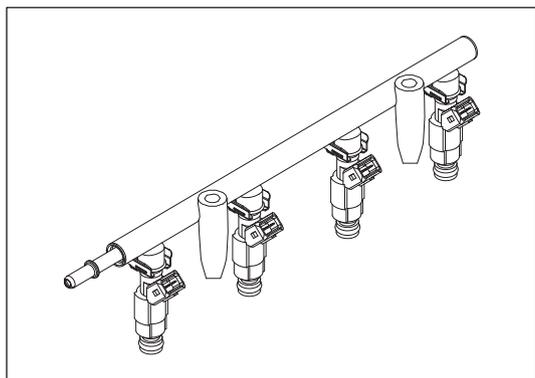

Рисунок 9-3-7. Топливная форсунка на топливной рампе
(1) Принципиальная схема
(2) Назначение контактов топливной форсунки Контакт:
(3) Место установки
(4) Принцип действия
- » ECU передает электрические импульсы на катушку топливной форсунки для создания электромагнитной силы. Когда магнитная сила увеличивается до значения, достаточного для преодоления давления возвратной пружины, давления игольчатого клапана и силы трения, шток клапана начинает подниматься и начинается процесс впрыска топлива. После прекращения импульса впрыска топлива игольчатый клапан под действием возвратной пружины возвращается в исходное положение и закрывается. См. рис. 9-3-7.
(5) Технические параметры